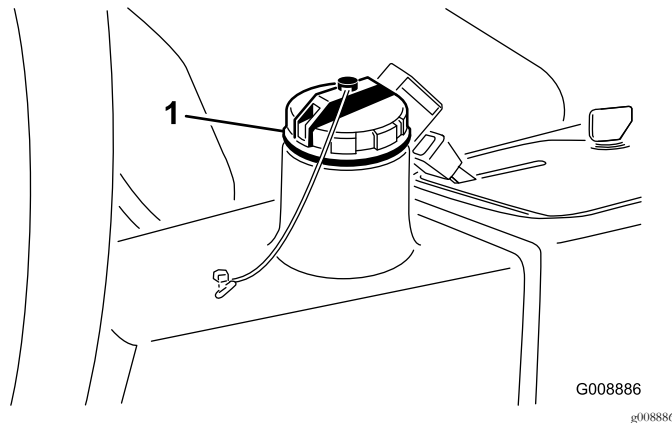

Figura 42
2. Pulite attorno al collo del bocchettone e del tappo del serbatoio del fluido idraulico (Figura 42) e rimuovete il tappo.